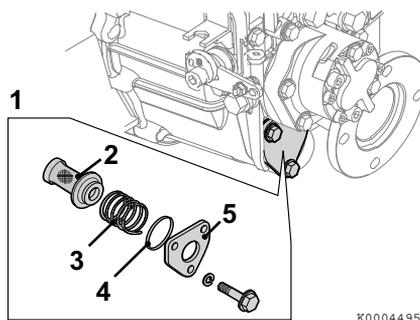

Figura 3
- (a) Remova a tampa lateral (**Figura 3, (5)**) e remova o filtro (**Figura 3, (2)**).
- (c) Segure o filtro no lugar com uma mola de bobina (**Figura 3, (3)**) e introduza na caixa. Instale um novo anel em O (**Figura 3, (4)**) na tampa lateral.